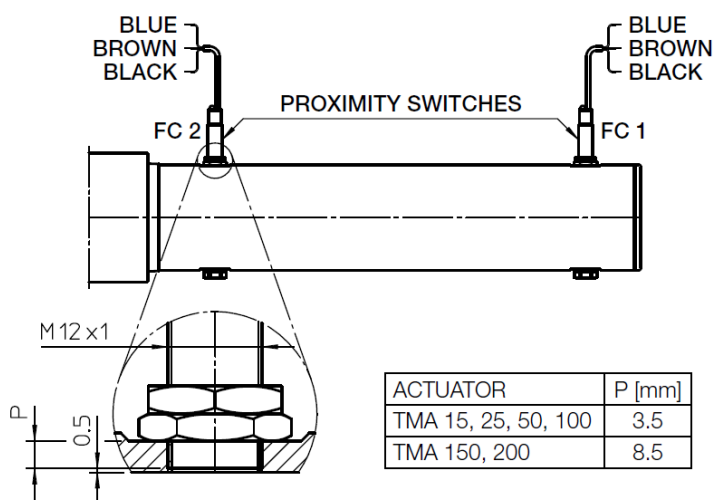

Figure 6.1 – Näherungs-Endschalter FCP
- Siehe Abb. 6.1, falls der richtige Erfassungsabstand wiederhergestellt werden muss.